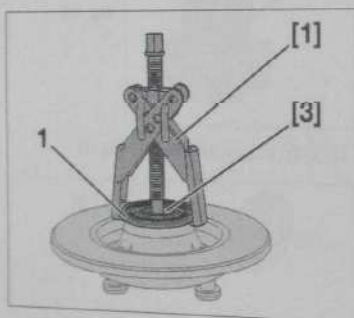

Fig. 53
- Poser les outils [1] et [3] (Fig.53).